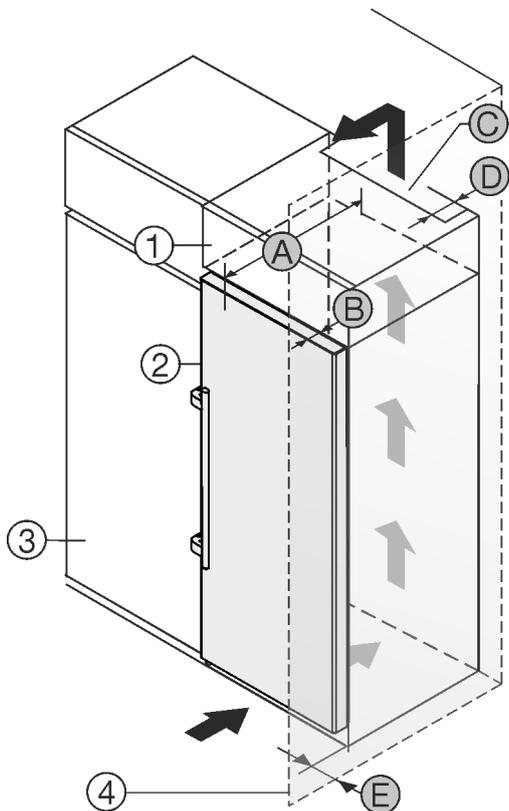

Fig. 1
- (1) Дополнительный шкафчик
- (2) Устройство
- (3) Кухонный шкаф
- (4) Стена
- (A) Глубина устройства
- (B) Глубина двери
- (C) Вентиляционное сечение
- (D) Расстояние до обратной стороны устройства
- (E) Расстояние до стороны устройства
Вы можете установить устройство непосредственно рядом с кухонным шкафом Fig. 1 (3).
На задней стенке дополнительного шкафчика должен быть вентиляционный канал с глубиной Fig. 1 (D) по всей ширине этого шкафа.
Нужно соблюдать вентиляционное отверстие Fig. 1 (C) под нижней панелью.
Если устройство устанавливается на шарнирах у стены Fig. 1 (4), то расстояние между устройством и стеной должно быть не менее 57 мм. Это соответствует расстоянию, на которое выступает ручка при открытой дверце.
Чтобы можно было полностью открыть дверь, устройство должно выступать на глубину двери Fig. 1 (B) относительно передней стенки кухонного шкафа. В зависимости от глубины кухонных шкафов Fig. 1 (3) и использования пристенных распорок устройство может выступать и больше.